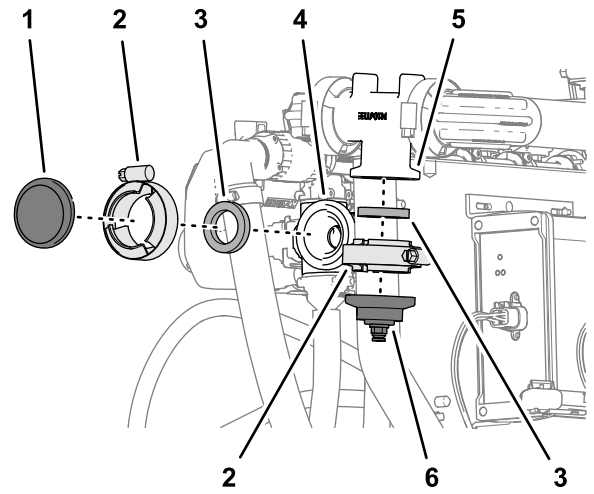

図 137
1. ノズルバルブ 10 番のフランジにプレーンキャップを固定しているフランジクランプとガスケットを取り外す 図 137。
2. フローメータマニホルドのフランジにキャップを固定しているフランジクランプとガスケットを取り外す 図 137。